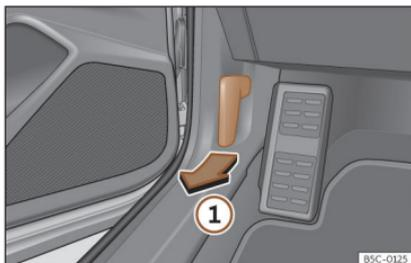

Fig. 205 Leva di sblocco nel vano piedi del lato conducente.
- Aprire la porta e tirare la leva posta al di sotto del cruscotto»» fig. 205 (1).